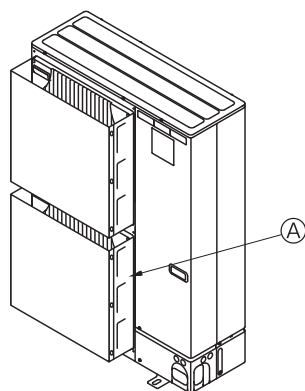

Fig. 3-3
- ② Instale uma guia de ar opcional se a unidade estiver instalada num local sujeito a fortes ventos, como no caso de tufões, por exemplo, que possam entrar directamente na saída de ar. (Fig. 3-3)